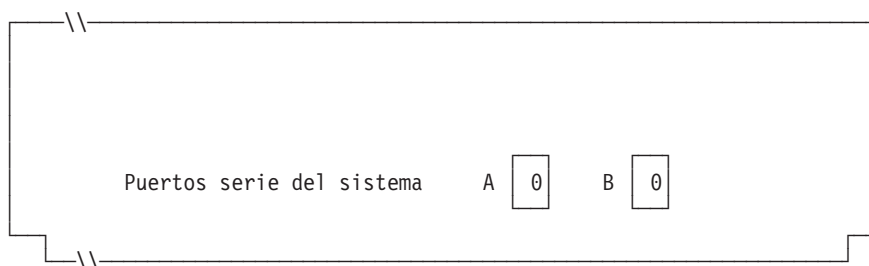

Figura 86. Lado derecho de la parte posterior del Terminal de Punto de Venta IBM 4693-2x2
4. Si las aplicaciones de terminal utilizan el puerto asíncrono, anote el número de puerto en la Figura 86. Especifique un 0 para los puertos no utilizados por el terminal. Los números de puerto válidos son 1, 2, 3, 4.